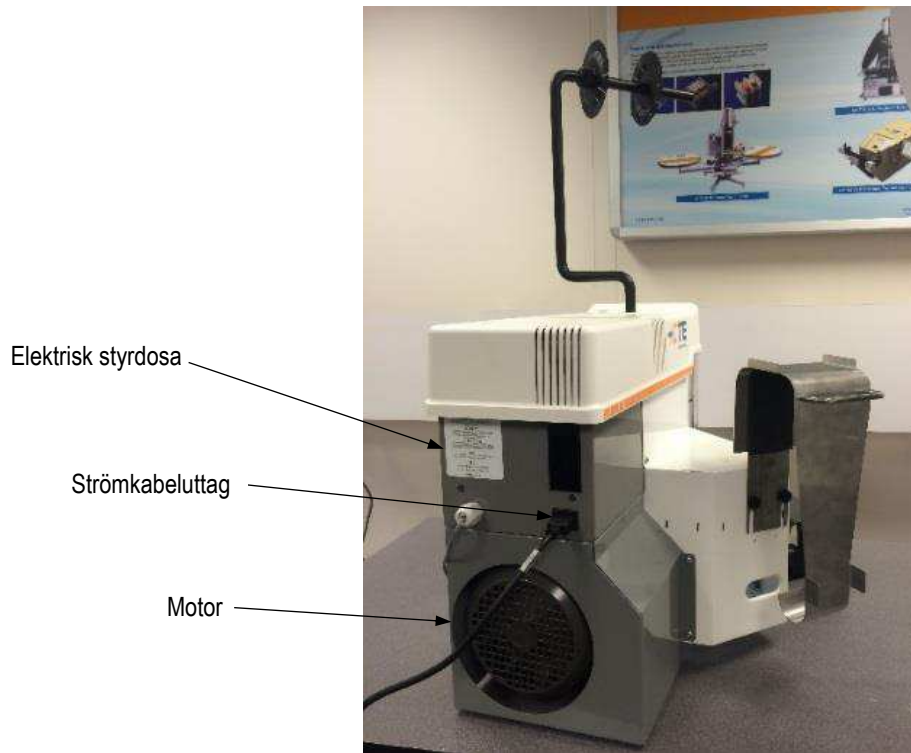

Bild 7
1. **Motorgruppen** består av en växelströmsmotor som driver en vevaxel. Se bild 7 och bild 8. Motorn aktiveras varje cykel och roterar vevaxeln ett helt varv. En mutter på vevaxeln gör att motorn och vevaxeln kan roteras manuellt. Muttern nås via en förreglad panel i det övre locket.